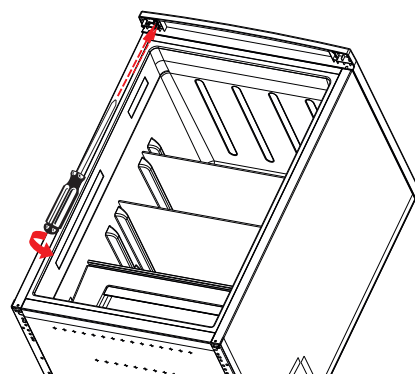

Fig. 13
- ▶ Revissez solidement la charnière supérieure avec les deux vis de fixation sur le côté gauche de l'appareil (fig. 13).